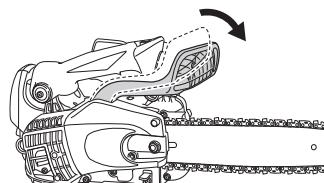

Fig. 10
1. Vérifiez que le frein de la chaîne est bien engagé. (Fig. 10)